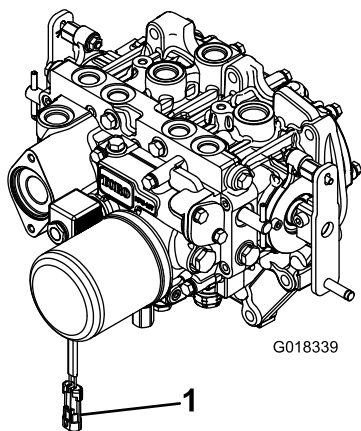

Figure 3
faisceau de câblage du connecteur de la bobine d'électrovanne de PDF (Figure 3).
8. L'autre bout de l'arbre d'entraînement est accouplée à l'arbre de réducteur de l'accessoire ; branchez le connecteur du faisceau de câblage au connecteur de bobine de l'électrovanne de PDF (Figure 3).